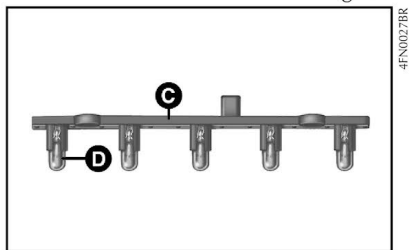

fig. 32
3) Substituir o grupo **C** completo com as lâmpadas **D**-fig. 32.